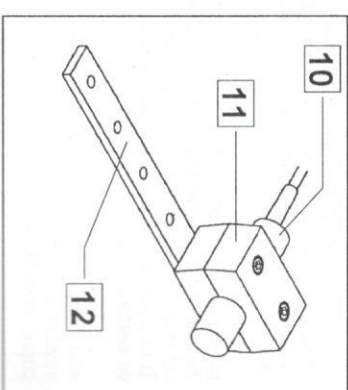

Fig. 6
- Meter el sensor en el portamordaza de manera que la distancia del anillo sea desde los 3 hasta los 6 mm (Fig. 6 y 8)